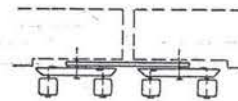
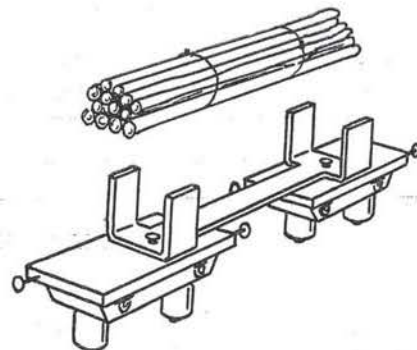

Bild 26 Kupplung kurzgekuppelter Fahrzeuge und Drehgestellanordnung
Bild 27 Schemelwagenpaar
3. Nach Anfertigung der Skizzen kann mit dem Fahrzeugbau begonnen werden. Für den Bau von vierachsigen Wagen geben die Bilder 25 und 26 einige Hinweise. Die Kupplung in Bild 26 ist für kurzgekuppelte Triebwagen oder Doppellokomotiven verwendbar. In dieser Form lassen sich auch Schemelwagenpaare herstellen, deren Ladung sich über zwei Fahrzeuge erstreckt (Bild 27). Es ist angebracht, die Grundflächen der Fahrzeuge unter den Stirnwänden leicht abzurunden.